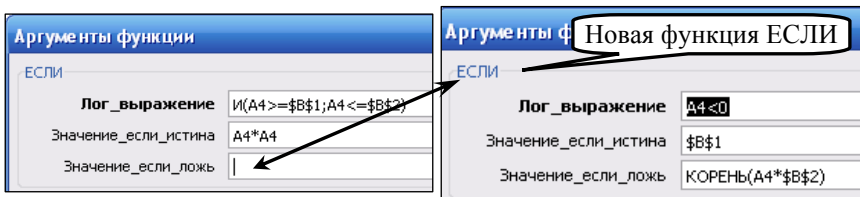

Рис. 3.11. Использование вложенной функции ЕСЛИ
5. В открывшемся окне функции **ЕСЛИ** в поле *Значение\_если\_истина* ввести формулу для первого условия  $x \cdot x$ . Находясь в поле *Значение\_если\_ложь*, вызвать новую функцию **ЕСЛИ** из списка *Имя* (рис. 3.11).